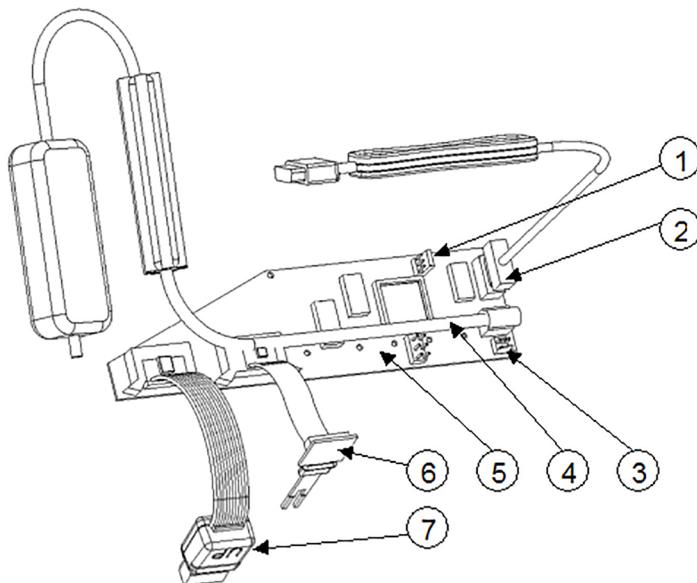

Figure 30 Connexions de la carte dans le GC25
2. Débranchez le câble de la radiosonde en ouvrant les charnières du clip du connecteur situé à gauche. Consultez la Figure 30 \(page 136\).
5. Connectez le nouveau câble au clip du connecteur, à gauche. Reportez-vous au numéro 7 de la Figure 30 \(page 136\).